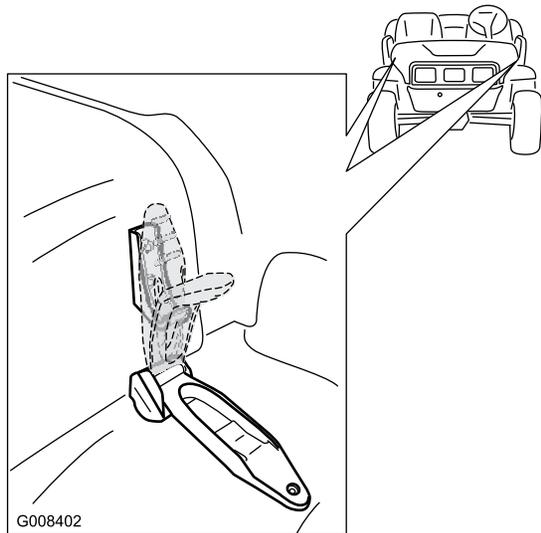

図 25
1. フードの両側についているゴム製ラッチのハンドルを上げる (図 25)。
2. フードの両側で、ラッチとラッチアンカーをそろえてラッチを掛ける (図 25)。